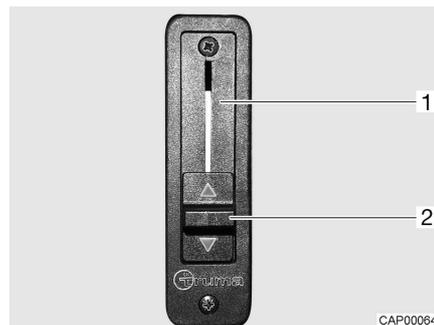

Fig. 4 Régulateur à coulisse pour blocage de phase
- Pousser à fond le régulateur à coulisse (Fig. 4,2) vers le haut. Le blocage de phase (Fig. 4,1) est ouvert. Le chauffage de l'espace habitable chauffe également le pare-brise.
- Pousser à fond le régulateur à coulisse (Fig. 4,2) vers le bas. Le blocage de phase est fermé. Le chauffage de l'espace habitable et celui du véhicule porteur sont séparés l'un de l'autre.